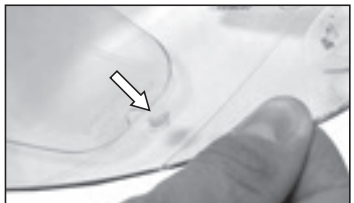

Fig. 8
- ❶ el perfil siliconado de la pantallita Pinlock® debe estar en contacto con la superficie interna de la pantalla.
- 1.4 Introduzca un lado de la pantallita interna Pinlock® en uno de los pivotes de la pantalla y sosténgalo en esa posición (Fig. 8).